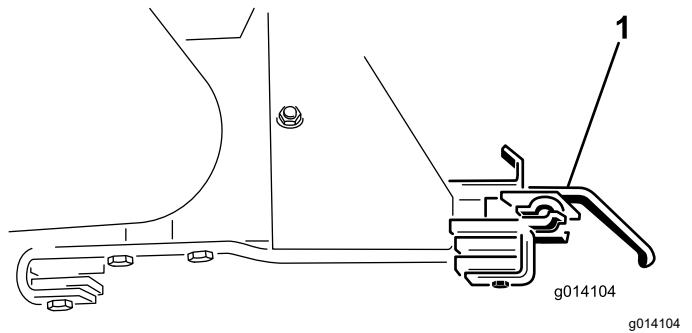

Figure 53
18. Déposez les deux supports de fixation de l'accessoire (Figure 53).